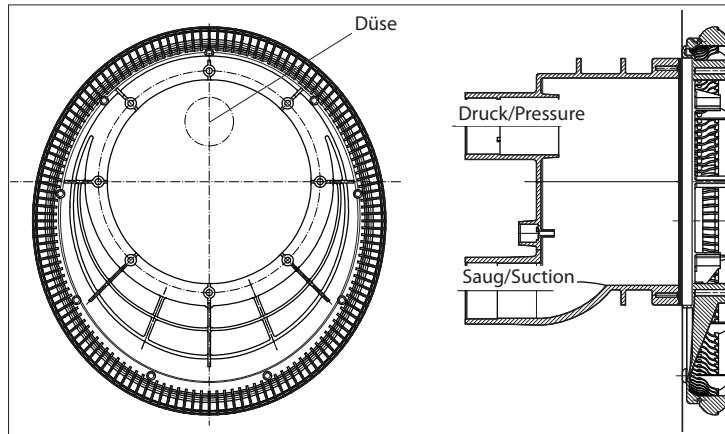
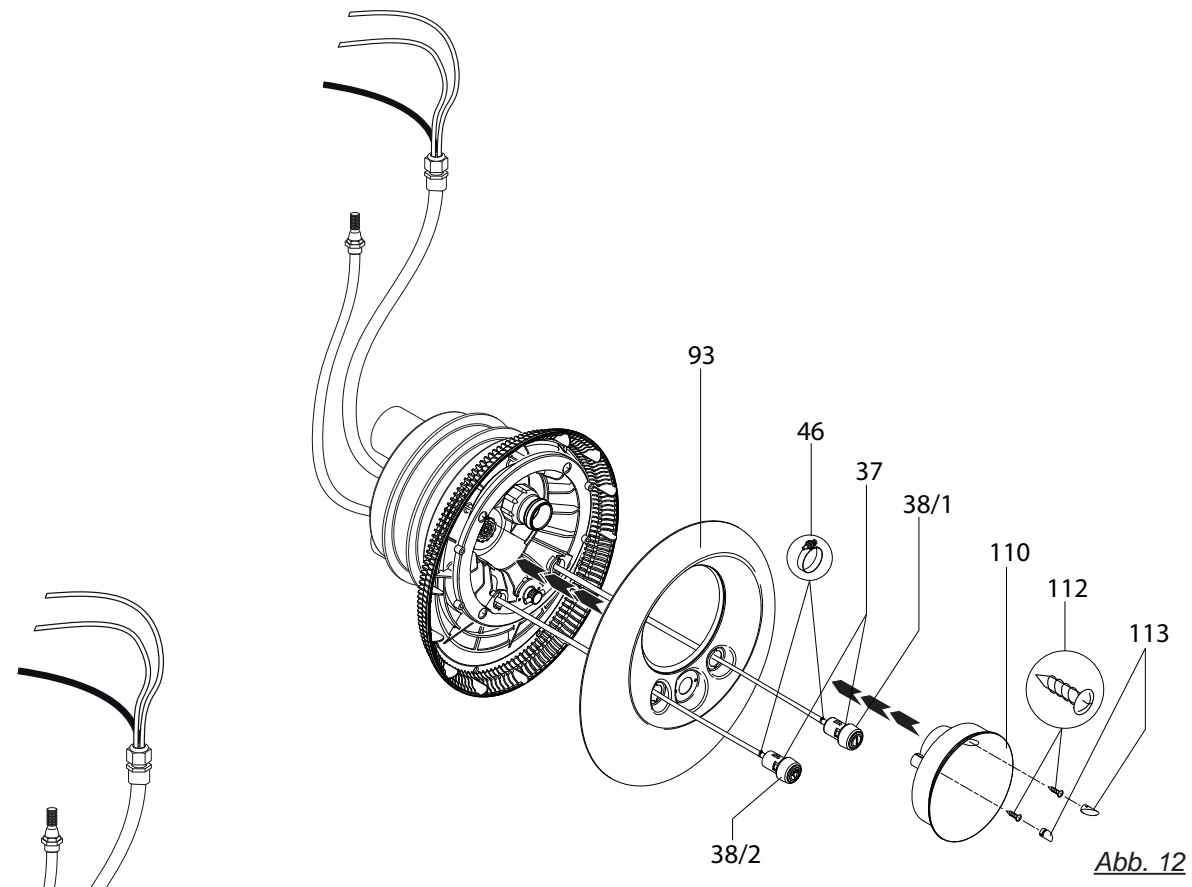

Abb. 10
Abb. 12
3. Ansauggehäuse (107) am Spannring aufsetzen. Auf Einbaulage achten. (Abb. 10)
4. Das Düsengehäuse (102.1) am Einbaugeschüss (1) ansetzen.
5. Pneumatikschläuche und Kabel des Scheinwerfers durch den Schutzschlauch (14) führen und mit Kabelverschraubung (20) abdichten.
6. Luftleitung mit Klemme (8) am werkseitig montierten Luftregler (21) befestigen.
7. Das kpl. Düsengehäuse (102.1) mit 4 selbstschneidenden Schrauben (95) am Einbaugeschüss (1) befestigen.
8. Pneumatikschläuche durch die Öffnungen in der Edelstahlblende (93) führen (Licht EIN/AUS links; Pumpe EIN/AUS rechts) und an den entsprechenden Tastern mit den Schlauchklemmen (46) befestigen. (Abb. 12)